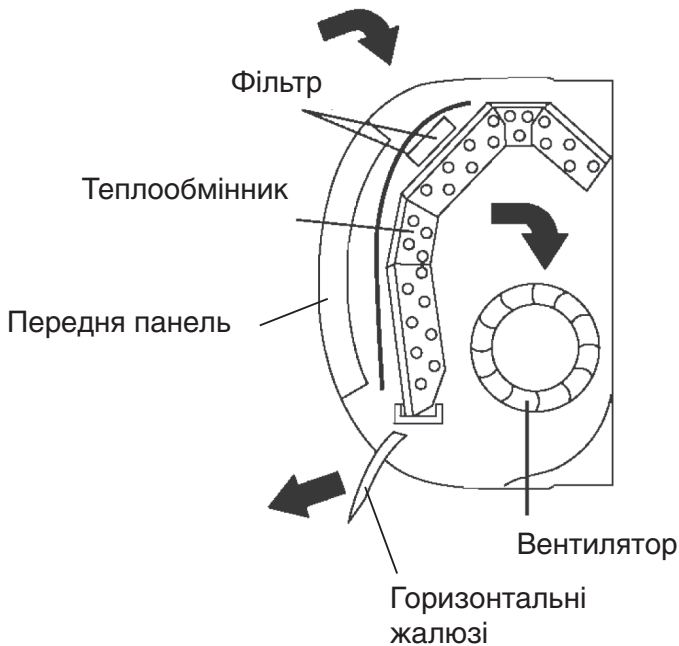

Рис. 3.3
- Повітря в приміщенні з кондиціонером забирається вентилятором внутрішнього блоку через решітку передньої панелі (рис. 3.3). При проходженні через теплообмінник охолоджується (нагрівається). Поворотом жалюзі регулюється напрям повітряного потоку. Керуванням вентилятора регулюється швидкість повітряного потоку.